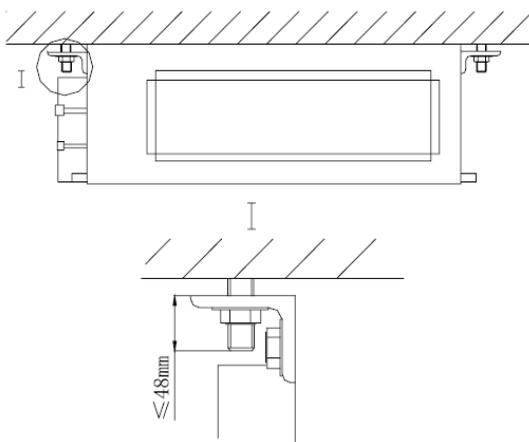

Fig. 5
- 3) Installare l'unità interna sul soffitto come mostrato in Fig. 5.